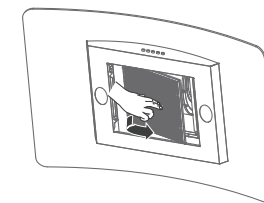
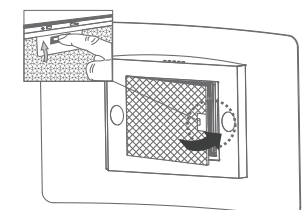

Fig.16
Fig.17
3. Instale el filtro de carbón como se muestra en la fig. 16 e instale la rejilla metálica (fig. 17).